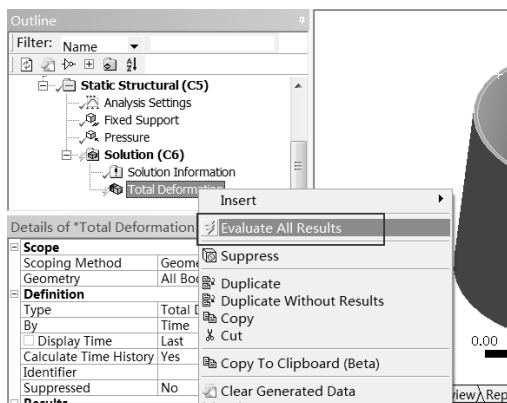

图 14-67 快捷菜单
Step3：在 Outline（分析树）中的 Solution（A6）选项上右击，在弹出的快捷菜单中选择 Evaluate All Results 命令，如图 14-67 所示，此时会弹出进度显示条，表示正在求解，当求解完成后进度条自动消失。